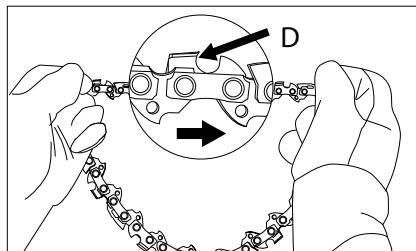

Рис. 7
5. Розстеліть ланцюг в коло, направивши ріжучі кромки (D) відповідно до вказівників на захисній кришці і на шині бензопили (рис. 7).